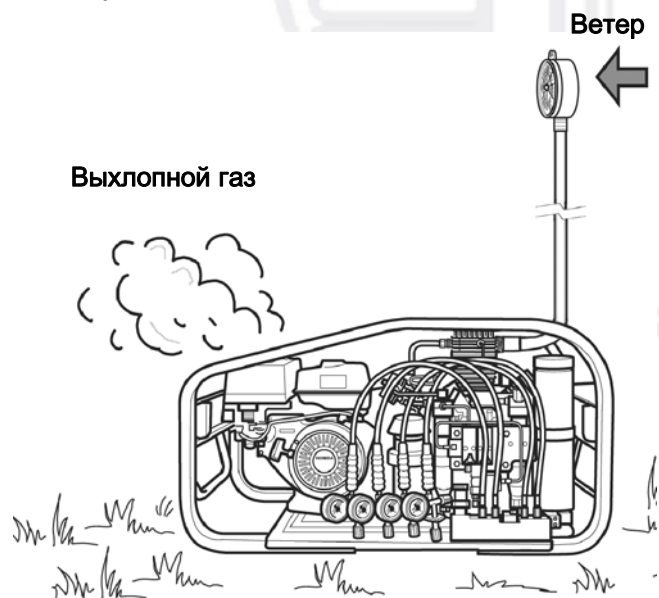

Рис. 4 Монтаж на открытом воздухе
- При использовании бензинового или дизельного двигателя необходимо следить за тем, чтобы засасывался только чистый воздух. Располагайте установку в зависимости от направления ветра таким образом, чтобы исключить засасывание выхлопных газов. Для этого мы рекомендуем непременно использовать подающий шланг длиной не менее 3 м, оснащенный предварительным фильтром. См. главу 4.4.2. Предварительный фильтр должен быть размещен на высоте 2 м, Рис. 4. Благодаря этому, расстояние между местом выпуска выхлопных газов и местом забора воздуха становится больше и безопаснее.